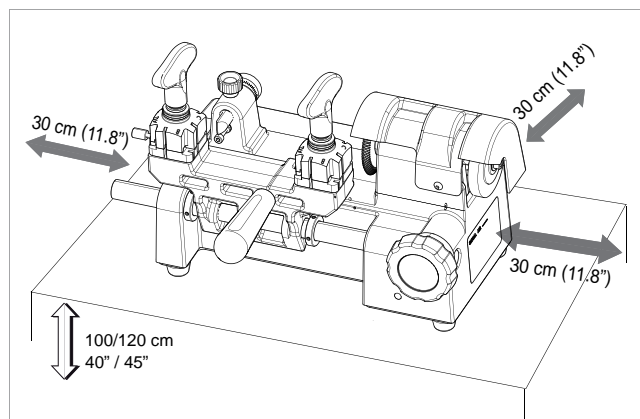

Fig. 9
- le recomendamos que deje por lo menos 30 cm libres detrás de la máquina y a los lados para permitir una buena ventilación (Fig. 9).